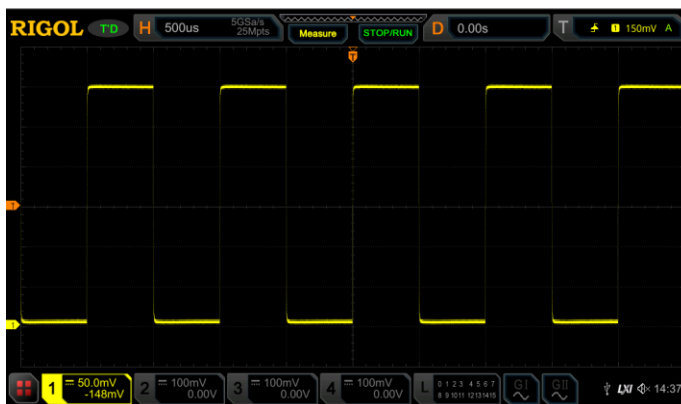

图 1-9 方波信号
- 5. 观察示波器显示屏上的波形，正常情况下应显示图 1-9 所示的方波信号。